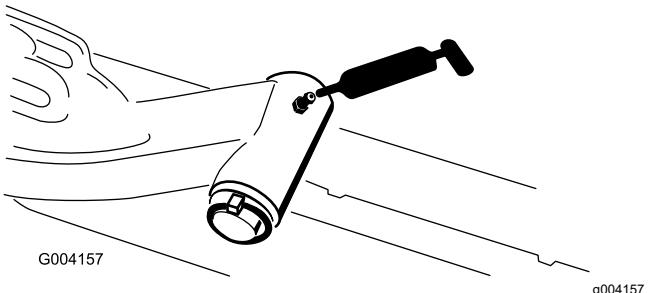

Bild 44
- Hubarmgelenkwelle (1) — Bild 44